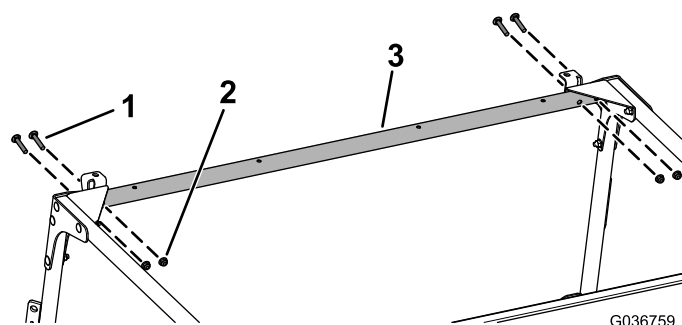

Bild 11
10. Befestigen Sie die vordere Querverbindung lose mit vier Schlossschrauben (5/16" x 1 3/4") und vier Bundmuttern (5/16") an den vorderen Platten und den Eckenverstärkungen, wie in Bild 11 abgebildet.